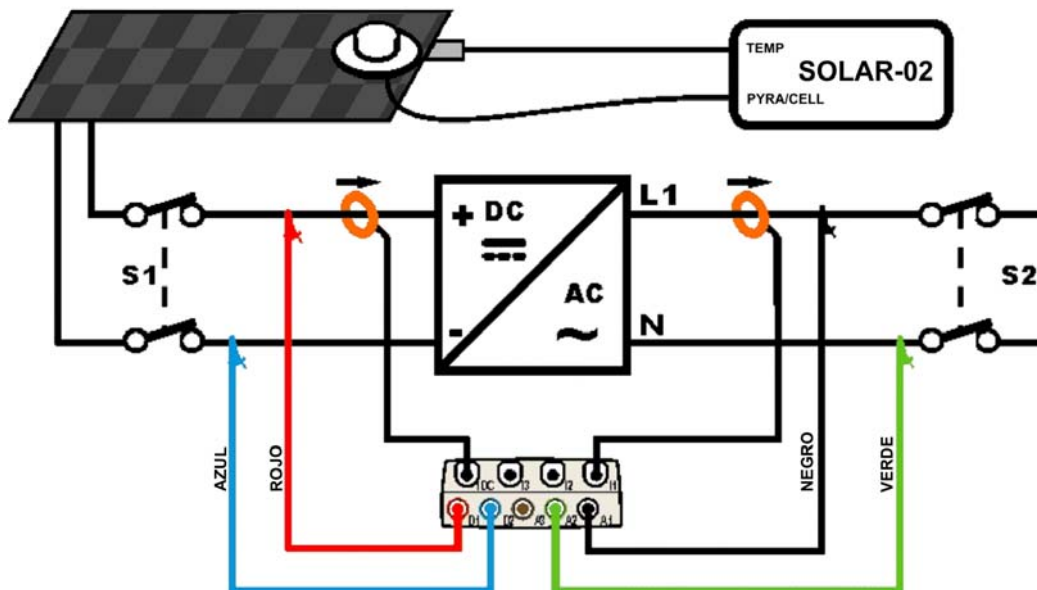

Fig. 219: Conexionado del instrumento en un sistema FV-1 con unidad SOLAR-02
3. Conecte las entradas **D1** y **D2** respectivamente a los polos positivo y negativo de la salida del ramal. Conecte las entradas **A1**, **A2** a los conductores de Fase y Neutro respetando los colores como muestra la Fig. 219
4. Conecte la pinza de corriente CC sobre el conductor positivo en la salida del ramal **respetando el sentido de la flecha** presente sobre la misma pinza como indica la Fig. 219. **Controle la carga de las pilas interne de la pinza**
5. Conecte la pinza CA sobre el conductor de Fase L1 **respetando el sentido de la flecha** presente sobre la misma pinza como indica la Fig. 219. Conecte la salida de la pinza en la entrada **I1** del instrumento